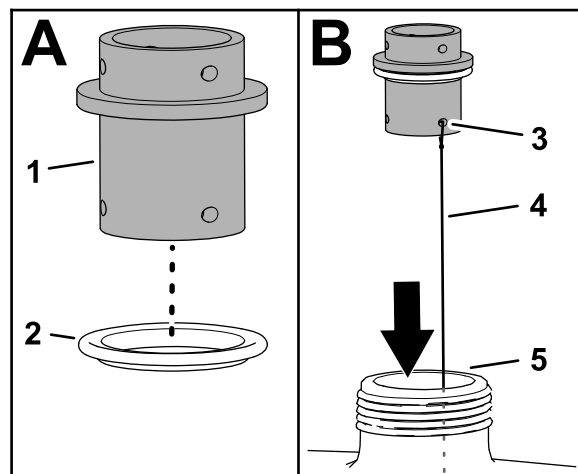
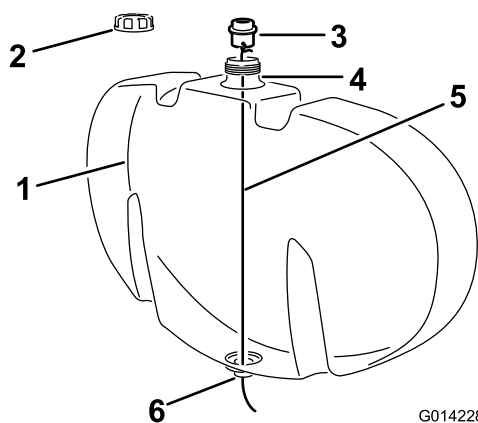

Рисунок 5
Рисунок 6
- Установите прозрачную прокладку на переходной штуцер, как показано на Рисунок 5.
- Прикрепите отрезок провода длиной приблизительно 122 см к 1 из отверстий под крепежную вилку в переходном штуцере, как показано на Рисунок 5.
- C. Снимите крышку с промывочного бака (если она установлена) (Рисунок 6).
- D. Опустите провод в заливное отверстие бака и протяните через открытое отверстие в нижней части бака (Рисунок 5 и Рисунок 6).